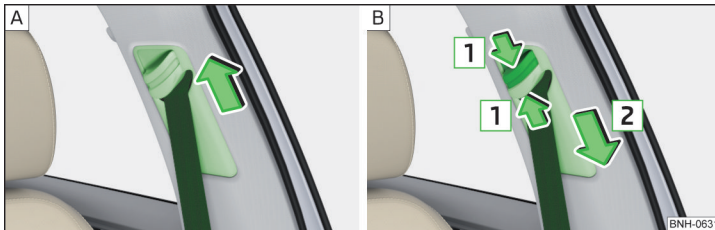

Abb. 5 Gurthöheneinstellung für die Vordersitze
➤ Den Umlenkschlag **nach oben** in Pfeilrichtung verschieben » Abb. 5 - A.
- **Oder:** Die Sicherung in Richtung der Pfeile **1** zusammendrücken und den Umlenkschlag **nach unten** in Pfeilrichtung **2** verschieben » Abb. 5 - B.